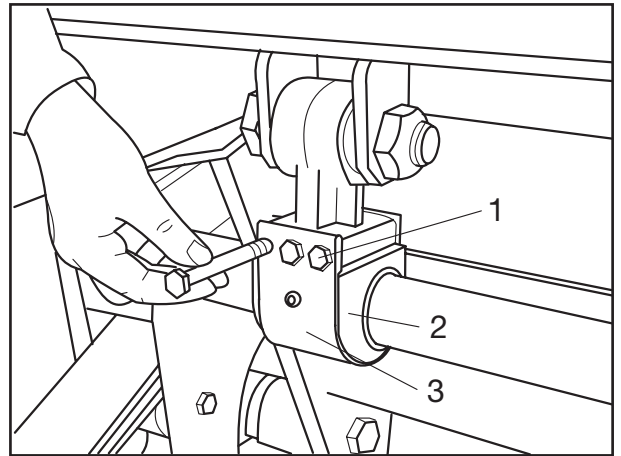

Fig. 1
- [1] Sicherungsmuttern von den Befestigungsschrauben (Fig. 1/1) des Formblechs (Fig. 1/3) abschrauben, Befestigungsschrauben austreiben, Formblech, Buchsenhälften und Dichtung (Fig. 1/2) abnehmen.
- [1] Unscrew locking nuts from the securing bolts (Fig. 1/1) of the shaped plate (Fig. 1/3), remove securing bolts, take off shaped plate, bush halves and seal (Fig. 1/2).
- [1] Dévisser les écrous de surêté (fig. 1/1) des vis de fixation de la tôle profilée (fig. 1/3), enlever les vis de fixation, retirer la tôle profilée, les demi-douilles et le joint (fig. 1/2).